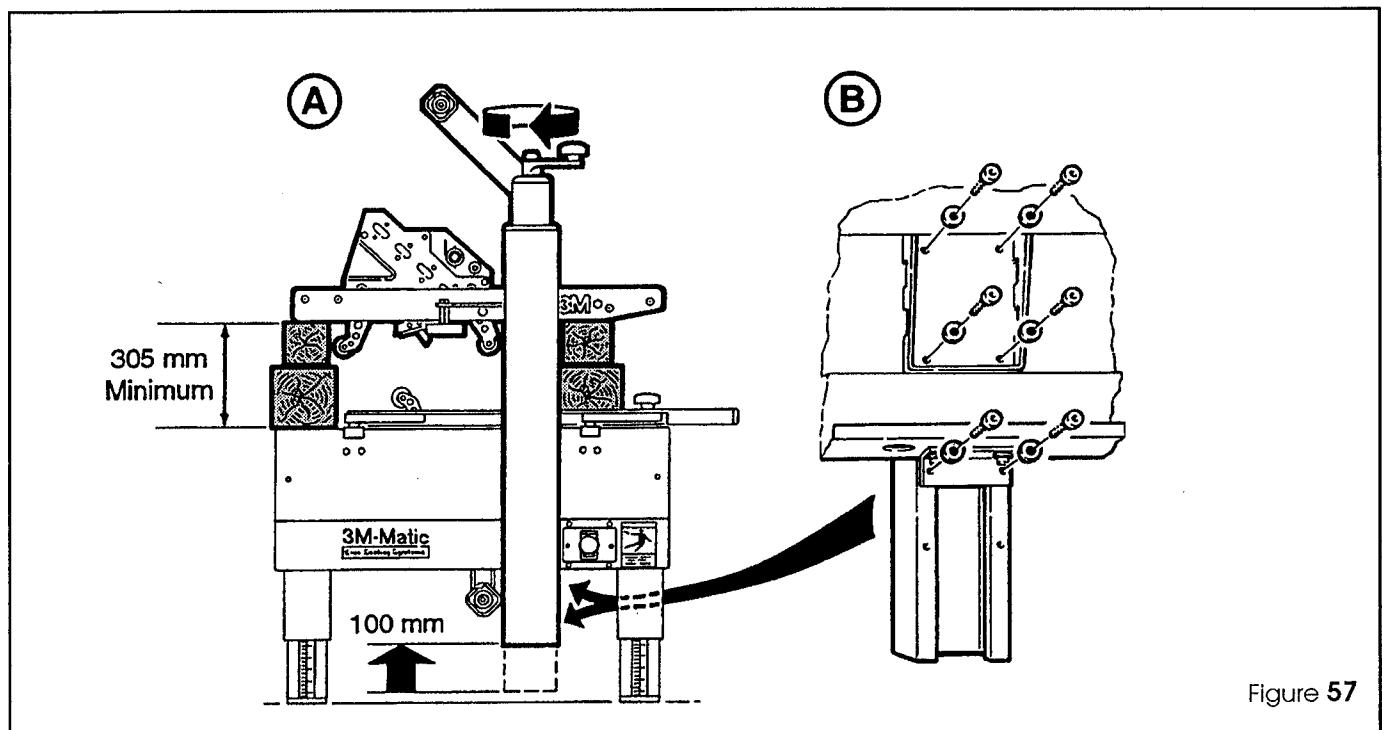

Figure 57
- 1 - Placer des cales solides d'une hauteur approximative de 305 mm à l'avant et à l'arrière de l'assemblage de la tête d'enrubannage supérieure, comme indiqué sur la Figure 57-A.
- 3 - Enlever les six vis de montage et les rondelles plates, qui fixent chaque colonne au châssis. Figure 57-B. Conserver les vis.
- 1 - Zet een paar sterke steunblokken, ongeveer 305 mm hoog, op de voor- en achterkant van de machine onder de bovenste kleefkopgroep, zoals in Figure 57-A getoond wordt.
- 3 - Verwijder de zes schroeven met gladde sluitringen (bij de hand houden), die iedere kolom aan het freem vastzetten; zie Figure 57-B.